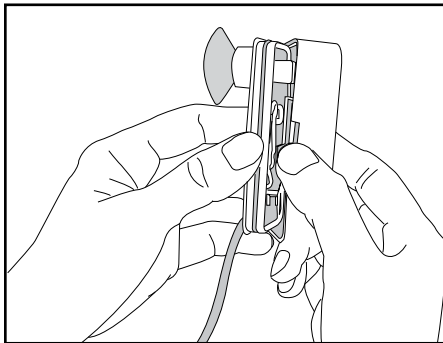
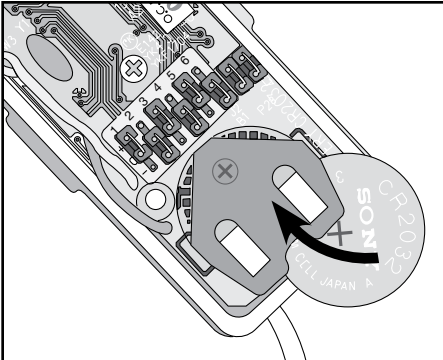

Figure 4 : Ouvrir le couvercle supérieur du transmetteur
Figure 5 : Insérer la batterie au lithium-ion dans le transmetteur
11. La DEL verte clignotera puisqu'il n'y a plus de transmetteur actif. Retirer le couvercle supérieur du transmetteur avec une pièce de monnaie ou un tournevis (Fig. 4) et insérer la pile de lithium de 3 volts (Fig. 5).
Retirer le couvercle supérieur du capteur et insérer la pile de lithium 3V au transmetteur (Fig. 5).
| Voyant vert clignote | <ul style="list-style-type: none"> • Transmetteur non détecté • La pile du transmetteur a été insérée avant de brancher l'adaptateur de courant du récepteur | <ol style="list-style-type: none"> 1. Soulever le flotteur 2. Vérifier le bon choix de fréquence, voir la section « Ajouter d'autres transmetteurs » de la page 3. 3. Vérifier ou remplacer la pile du transmetteur (voir la Fig. 5) 4. Remplacer le transmetteur |